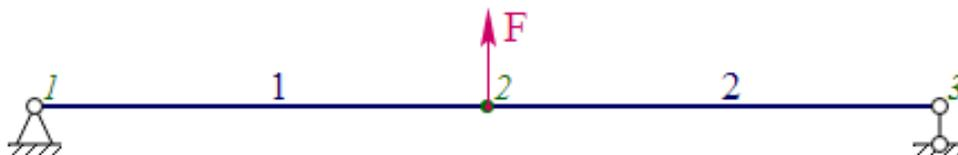

Рисунок 7 – Схема балки к заданию 2
2. Дана балка с шарнирно-неподвижной и шарнирно-подвижной опорами (рисунок 7). К балке приложена сосредоточенная сила $F = 4$, кН, направленная перпендикулярно к продольной оси балки. Длины участков балки: $l_{12} = l_{23} = 3$ м. Определить числовые значения реакций, возникающих в шарнирных опорах. Построить эпюры внутренних силовых факторов – поперечной силы и изгибающего момента.